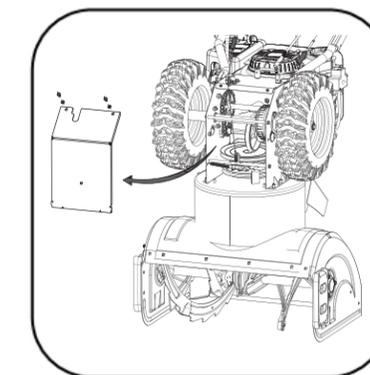

Рисунок 15
2. Осторожно повернуть снегоуборщик вверх и вперед так, чтобы он опирался на кожух шнека. Снять крышку рамы с нижней стороны снегоуборщика, отвернув четыре крепящих его самореза(см. Рисунок 15).